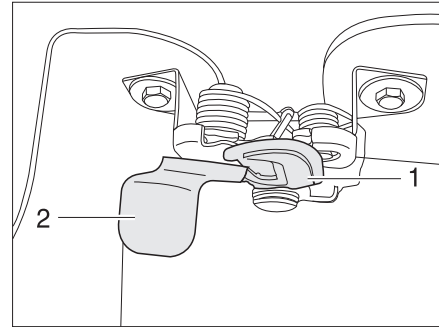

Fig. 29 Bouton de déverrouillage extérieur du capot moteur
- Passer une main sous le capot moteur et actionner le crochet de sécurité (Fig. 29,1). Passer pour cela la main derrière la plaque (Fig. 29,2) et la tirer vers l'avant.